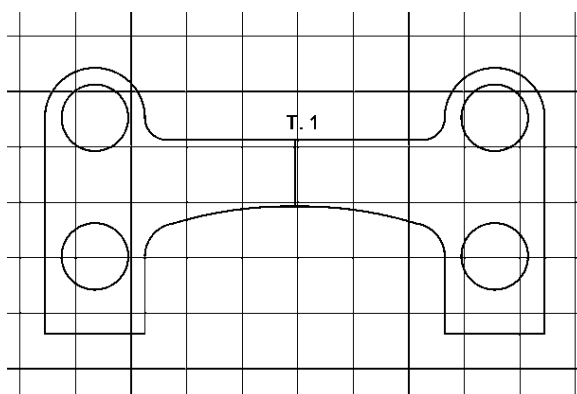

Рис. 41. Отзеркаливание контура
4. Отзеркаливание контура (рис. 41).